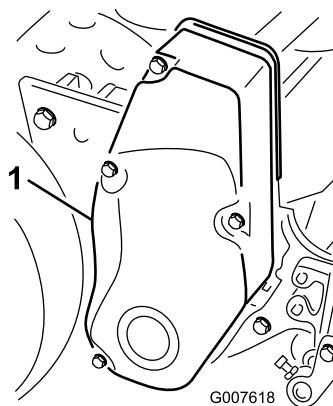

Figura 35
1. Togliete i dispositivi di fissaggio del copricinghia e il copricinghia per accedere alla cinghia (Figura 35).